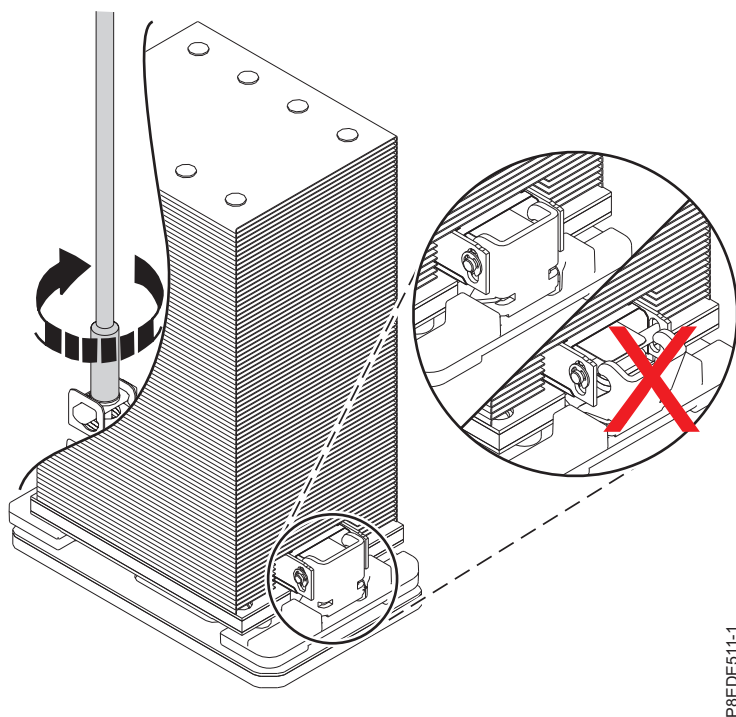

図 18. ヒート・シンクの固定
注: ロード・アームが固定されていない場合は、ロードねじを締めながら、ロード・アームを手作業でヒート・シンクに固定する必要があります。 20 ページの図 18 を参照してください。
- a. ヒート・シンクをシステム・プロセッサ・モジュールに配置する際に、ヒート・シンクの両側にあるヒート・シンク・ロード・アームが固定されます (20 ページの図 18 を参照)。